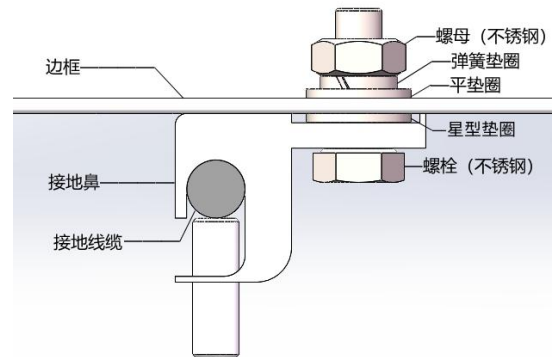

图22 接线鼻配合螺栓安装示意图
- 组件排布较为常见的单竖排、双竖排、单横排、双横排接线如图 22 所示：